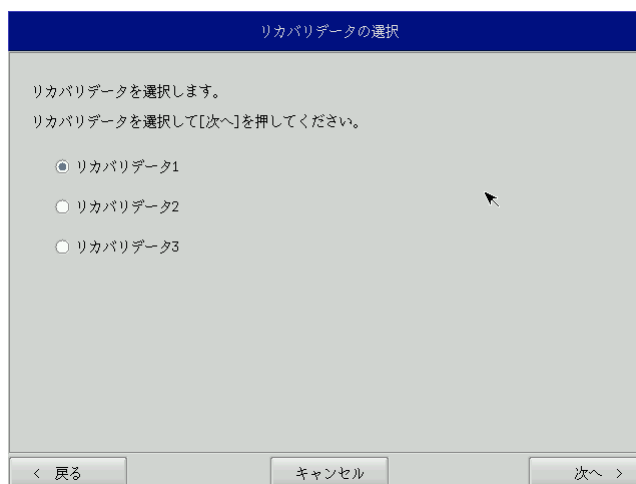

図 5-3-1. リカバリデータ選択画面
- ⑤ リカバリデータ選択画面（図 5-3-1）が表示されます。製品に合わせてリカバリデータを選択し、[次へ]ボタンを押します。表 5-3-1 に EC シリーズで選択できるリカバリデータを示します。